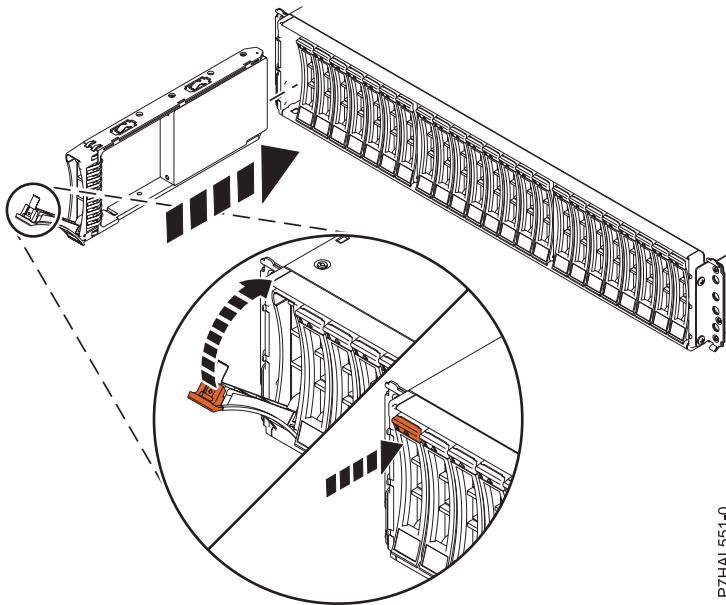

Figure 10. Installation de l'unité de disque dans le 58/87
1. Avec la poignée en position déverrouillée, comme illustré à la figure 10, à la page 20, maintenez l'unité par le dessous pour l'aligner avec les rails de guidage dans l'unité d'extension.